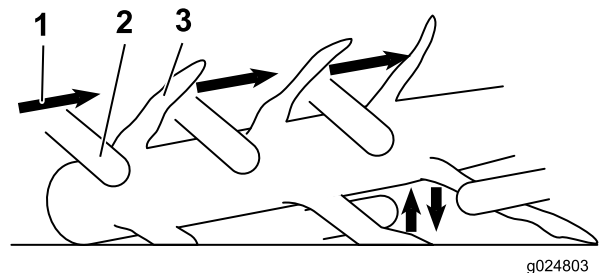

Figure 15
2. Commencez par couper les petites branches; vous finirez par les branches principales (Figure 15).
3. Si la branche est tendue, coupez-la par dessous pour ne pas coincer la tronçonneuse (Figure 15).